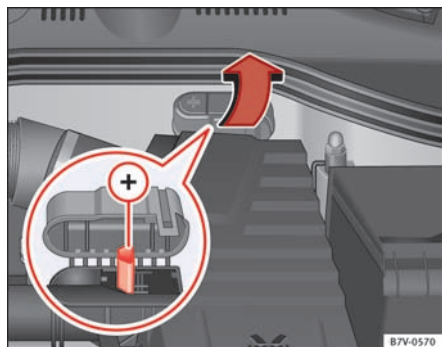

Fig. 212 I motorrummet: starthjælp punkt pluspol (+)
- Åbn om nødvendigt batteriafdækningen ⇒ Side 284 i motorrummet, eller klap hættten på pluspolen¹⁾ til side i pilens retning ⇒ Fig. 212.
- Sæt den ene ende af det *røde* startkabel på pluspolen ⇒ Fig. 213 ⊕ eller ⇒ Fig. 212 ⊕ i bilen med det afladene batteri (A) ⇒ Δ.
- Sæt den anden ende af det *røde* startkabel på pluspolen ⊕ i den bil, der skal give strøm (B).